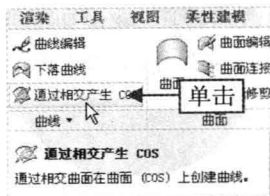

图 9-62 单击相应按钮
Step 02 弹出“样式”选项卡,在“曲线”面板中单击“通过相交产生 COS”按钮,如图 9-62 所示。